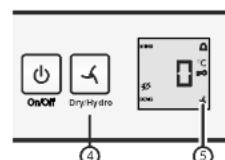

Fig. 3
Нажимать кнопку «dry/hydro» Fig. 3 (4), пока не появится символ . Отпустите кнопку.
- ▶ Загорится символ **dry/hydro** Fig. 3 (5).
Нажимать кнопку «dry/hydro» Fig. 3 (4), пока символ  не погаснет. Отпустите кнопку.